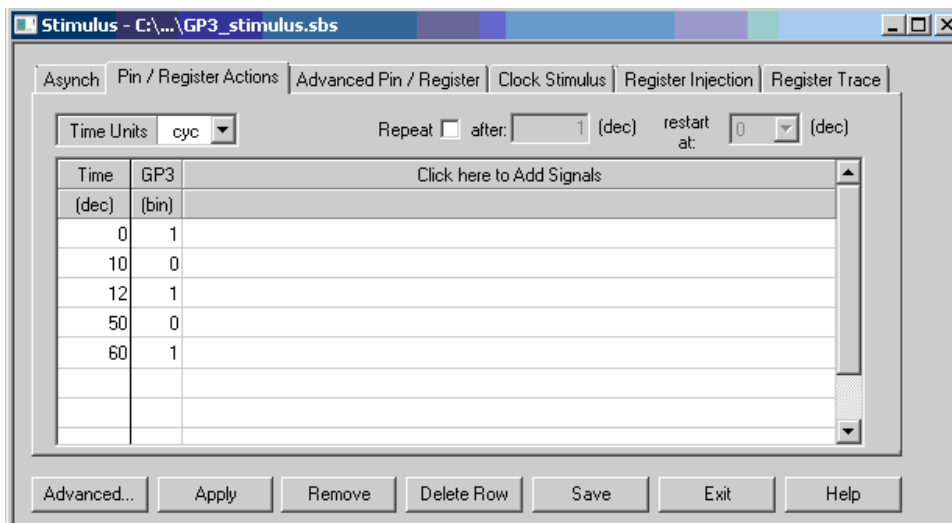

Рис. 35. Пример задания переключений сигнала контроллера на входе GP3.
- Для моделирования входного сигнала на входе GP3 виртуального контроллера откройте окно Stimulus: **Debugger > Stimulus > New Workbook** и укажите времена перехода в ноль и возврата в единицу сигнала GP3 как показано на Рис. 35. Обработчик прерываний запускается если установлено разрешение на прерывание.